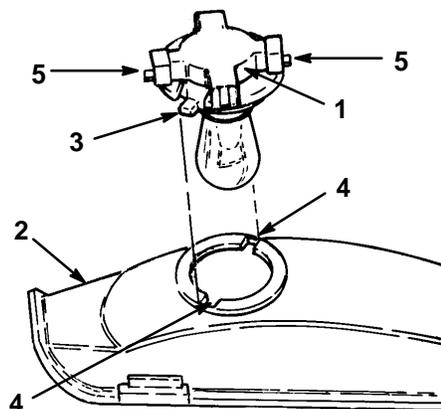

Figure 18
3. Dévisser l'embase d'un quart de tour vers la gauche et la retirer du réflecteur (Fig. 18).
2. L'embase de l'ampoule présente deux languettes (Fig. 18). Aligner ces languettes face aux rainures du réflecteur, insérer l'embase dans le réflecteur et la visser à fond d'un quart de tour vers la droite.